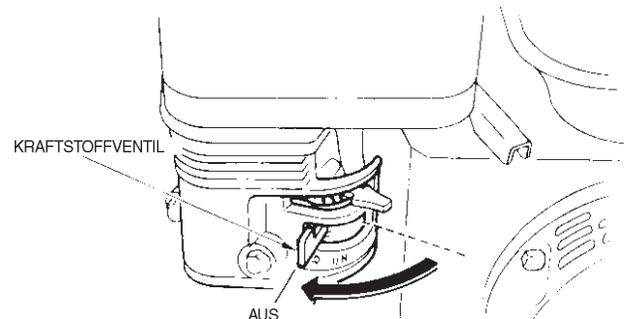

Abbildung 16. Kraftstoffventilhebel (Stellung AUS)
- Das **Kraftstoffabsperrentil** (Abbildung 16) schließen, indem der Kraftstoffventilhebel in die Stellung **AUS** gebracht wird.